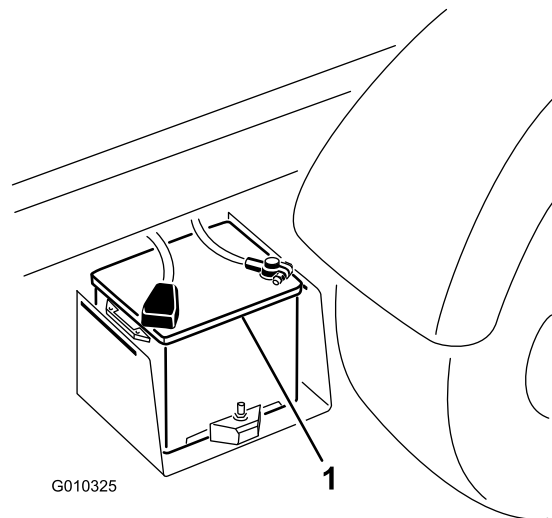

Bild 48
2. Schließen Sie ein Starthilfekabel an die positiven Pole von zwei Batterien an (Bild 48). Der positive Pol kann durch ein +-Zeichen oben auf der Batterieabdeckung gekennzeichnet sein.